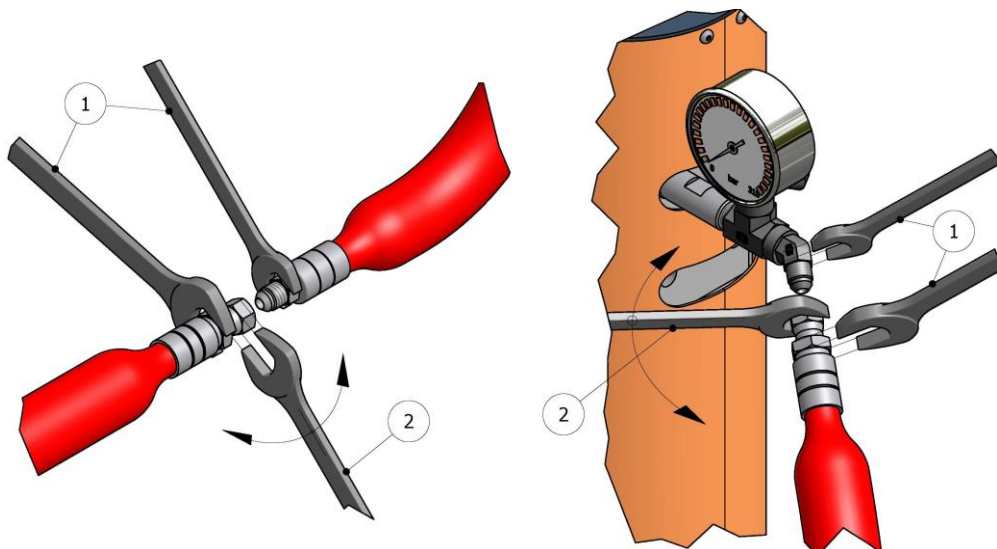

Figura 3. Método de unión de las Mangueras
¡ADVERTENCIA! Para unir las mangueras entre sí, a los calentadores o a la pistola, utilice dos llaves para sujetar las partes a unir (1) y con una tercera llave apriete o afloje (según proceda) la tuerca de unión (2) tal como muestran las ilustraciones de la Figura 3. El par de apriete para dichas uniones debe ser el indicado en la Tabla 1 de la pág.19.